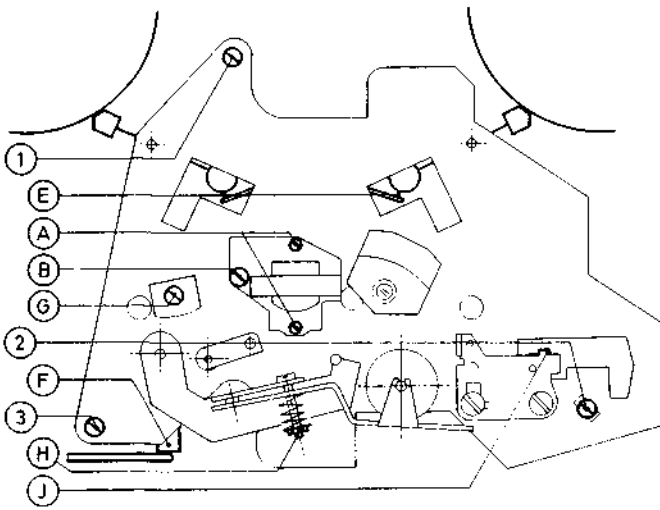

Abb. 7: Darstellung der Kopfträgerplatte
Der Löschkopf kann durch Drehen der Schraube (G) (Abb. 7) in seiner Höhe verändert werden. Er soll so ausgerichtet sein, daß die Kernoberkante ca. 0,1 mm über die obere Bandkante hinausragt.
Die Höhe des Kernpaketes und die Parallelität zur Tonwelle wird mit den beiden Madenschrauben (A) einjustiert. Die Kernpaketoberkante soll mit der Oberkante des Bandes abschließen. Nach jeder mechanischen Neujustierung muß der Kopf mit Hilfe des Testbandes eingewippt werden (Schraube (B), siehe Abb. 7).
Die Stopbremsen müssen in Stellung „Stop“ einleiten können. Um dies sicherzustellen, müssen die Betätigungslappen der Bremsenschieber so justiert werden, daß sich ein Abstand von ≥ 1 mm zu den Bremshebeln ergibt (Punkte (E), Abb. 7). Bei ge-
Das Justieren der Bremse erfolgt mittels der Ausgleichsschleife in der zugeordneten Zugstange, der Abhebezeitpunkt des Friktionsrades wird durch Biegen des Lappens (J) am Schnellstophebel eingestellt (siehe Abb. 7).
Die drei Befestigungsschrauben ①, ②, ③ (Abb. 7) der Kopfrägerplatte heraus-schrauben. Zugstange und -feder am Reibradwinkel aushängen, Kopfrägerplatte nach oben von der Tonwelle abziehen. Umschaltwippe nach dem Aushaken der Zugfeder heraus- und Motorriemen vom geteilten Umschaltrad abnehmen.
Antriebsriemen einlegen, erst bei der Schwungscheibe in mittlere Nut, dann bei dem Umschaltrad-Unterteil nach dem Entfernen des Kalottenwinkels ebenfalls in die mittlere Nut (Geschwindigkeits-schalter auf 9,5 cm/s gestellt). Kalottenwinkel montieren, die Umschaltwippe wieder einsetzen und beachten, daß der Antriebsriemen in den beiden Aussparungen liegt. Jetzt die Kopfrägerplatte wieder auf die Tonwelle aufsetzen, Zugstange und -feder wieder einhängen. Prüfen, ob die Platte sicher auf ihren Stützen aufliegt und der Hebel des Drucktastensatzes vor dem Schieber (F) der Platte liegt. Schrauben in der Reihenfolge ①, ②, ③, wie in Abb. 7 angegeben, festschrauben. Falls der Staubschutzring auf der Tonwelle verrutscht sein sollte, ihn nur so weit verschieben, daß zum Prismenlager in der Kopfrägerplatte noch ein Abstand von etwa 0,5 mm verbleibt, und der Staubschutzring die Oberkante der Gummirolle nicht berührt. Ein Schleifen des Staubschutzringes am Lager oder an der Gummirolle würde Tonhöhwenschwankungen und Laufgeräusche verursachen.